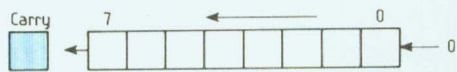

Fig. 19
**ASL** : Effectue un décalage arithmétique d'un bit vers la gauche, ce qui équivaut à une multiplication par 2. Ce décalage se fait soit sur le contenu de la mémoire spécifié, soit sur le contenu de l'accumulateur A (figure 19).